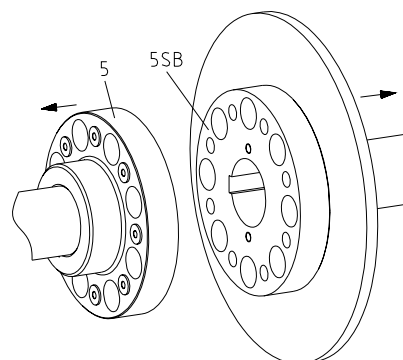

figura 14
- Por favor, monte los mangones en los ejes del lado motriz y conducido de forma que las caras finales de los mangones del acoplamiento queden al ras con las caras de los ejes (ver figura 14)